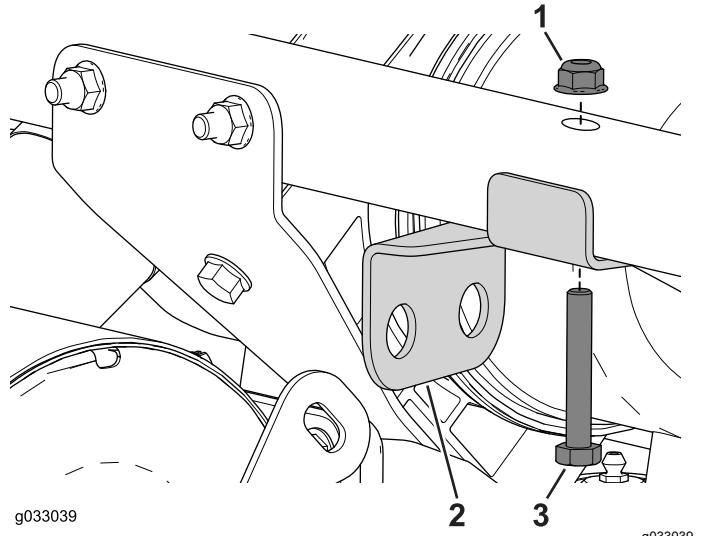

図21
- ボルト5/16 x 2"を使って、ホースブラケットをフレームに固定する図21。